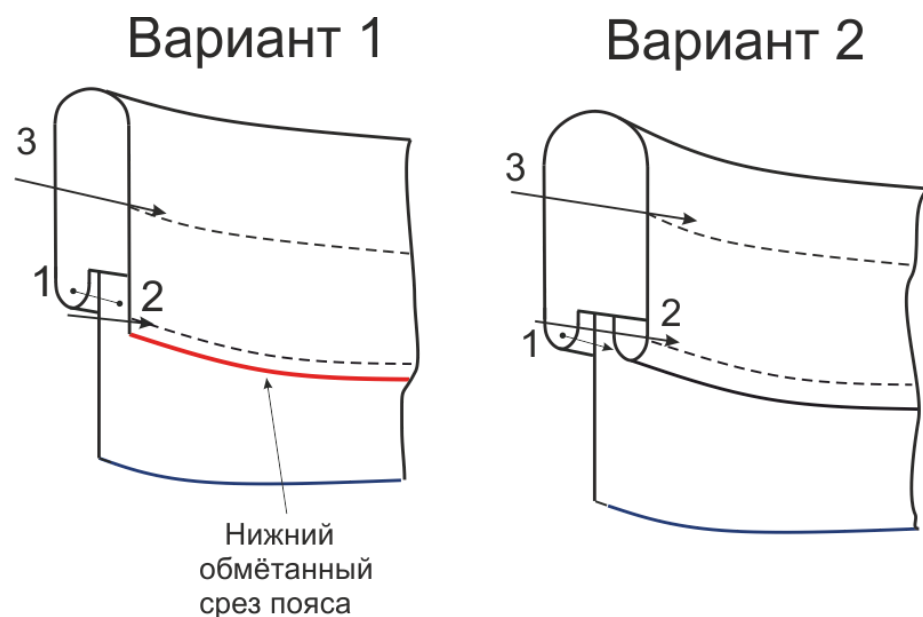

Рис. 2 – Обработка верхнего среза шорт поясом
11.2 Приметайте, а затем притачайте верхнюю часть пояса к шортам по верхнему срезу. Настрочите нижнюю часть пояса на шорты по шву притачивания его верхней части. (Рис.2)